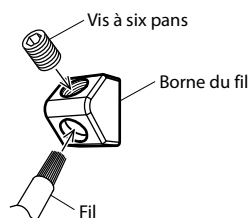

Fig. 8
- Serrez la vis avec une clé hexagonale (fournie) pour fixer le fil. (Fig. 8)